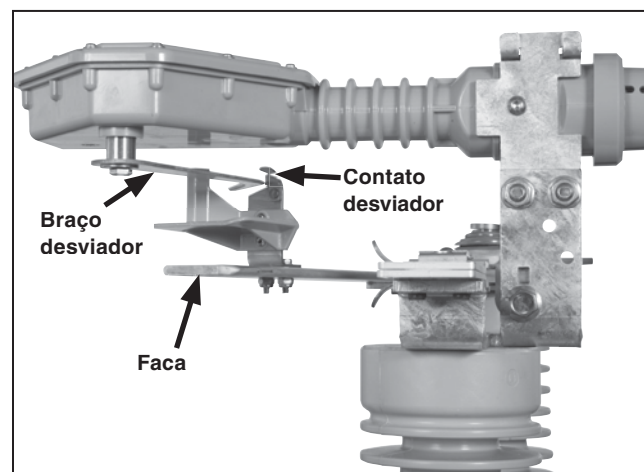

Figura 34. O contato desviador deve engatar no braço desviador do interruptor na superfície de contato cobre-bronze do contato desviador.
- (a) À medida que as facas se movimentam em direção à posição **Aberta**, o contato desviador do came de operação deve engatar na superfície de contato cobre-bronze do contato desviador. Ver Figura 34.